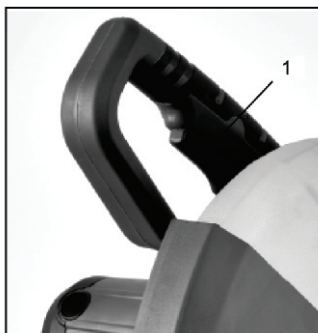

Рис.5
Для включения пилы нажмите и удерживайте кнопку выключатель (1) (рис.5). Для выключения отпустите кнопку выключателя. Для фиксации выключателя во включенном положении нажмите на кнопку фиксации выключателя и отпустите выключатель. Для разблокировки выключателя нажмите на него и отпустите.